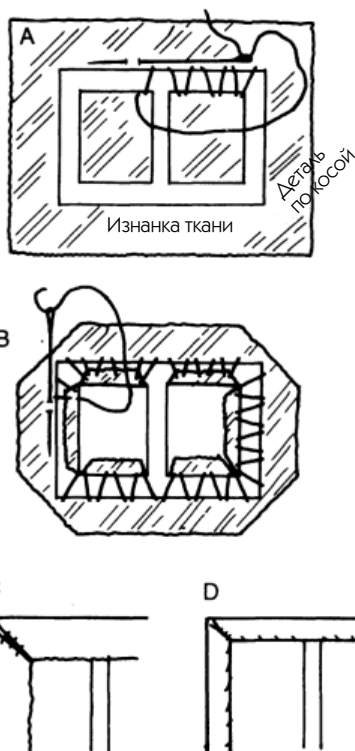

Рис. 136
3. Положите пряжку лицевой стороной на эту деталь и закрепите ее, выполнив мелкие стежки «вперед иголку» с подходящей по цвету шелковой нитью сначала вплотную к внутреннему, а затем — к внешнему краю пряжки (рис. 136 А).
4. Надрежьте ткань от центра вплоть до углов (рис. 136 В):
— Загните эти надрезанные части на пряжку и закрепите крупными стежками (рис. 136 В).
5. Выровняйте контуры детали из ткани по ширине краев пряжки плюс 0,5 см. Срежьте углы (рис. 136 В).
6. Начните с загибания углов, создав подобие встречной складки и заметав ее несколькими стежками согласно с шириной пряжки в этом месте (рис. 136 С).
7. Теперь подогните край материи, сделав подобие подгиба, и обшейте вокруг мелкими частыми стежками, как можно более незаметными с лицевой стороны (рис. 136 D).